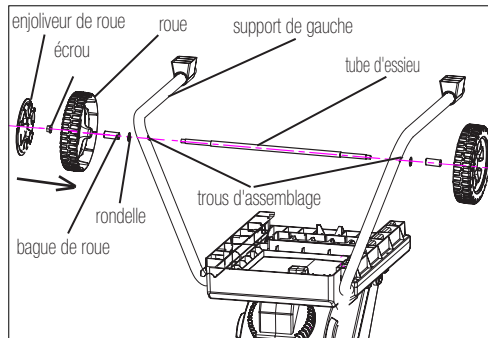

Fig. 2
3. Positionnez les rondelles et les bagues de roue à chaque extrémité du tube d'essieu. Assemblez ensuite les roues à chaque extrémité de l'essieu. Utilisez les écrous autobloquants à chaque extrémité de l'essieu et serrez les deux écrous autobloquants à l'aide de la clé fournie (fig. 2).